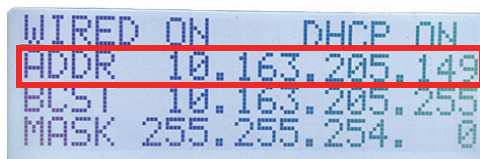

图 4-4 由网络分配的IP地址
- 重启了BTX III分析仪之后，选择**Main Menu**（主菜单）>**Advanced Menu**（高级菜单）>**Configure Network**（配置网络）>**DHCP Menu**（DHCP菜单），查看由网络分配的IP地址（参见第60页的图 4-4）。